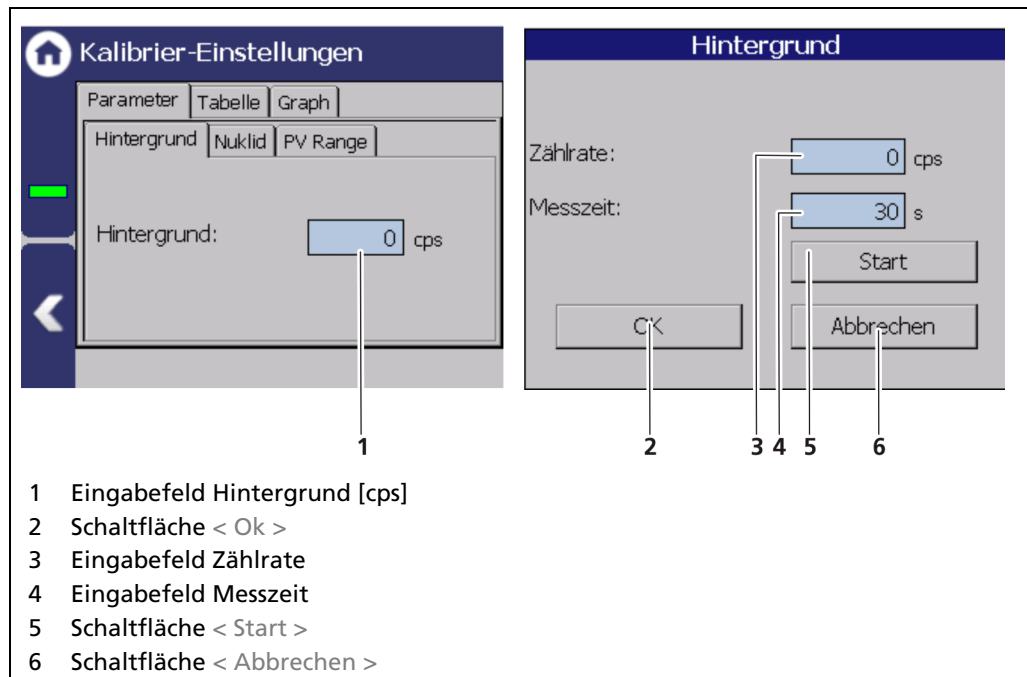

Abb. 76 Kalibrier-Parameter: Hintergrund
Die Hintergrund-Zählrate (Abb. 76, Pos.1) ist die natürliche Hintergrundstrahlung die vom Detektor gesehen wird und muss zumindest bei Stabdetektoren gemessen werden. Die korrekte Aufnahme der Hintergrundstrahlung ermöglicht eine korrekte Zerfallskompensation und hat somit Einfluss auf die Langzeitstabilität des Messwertes.
1. Klicken Sie auf das Textfeld „Hintergrund“ (Abb. 76, Pos.1).